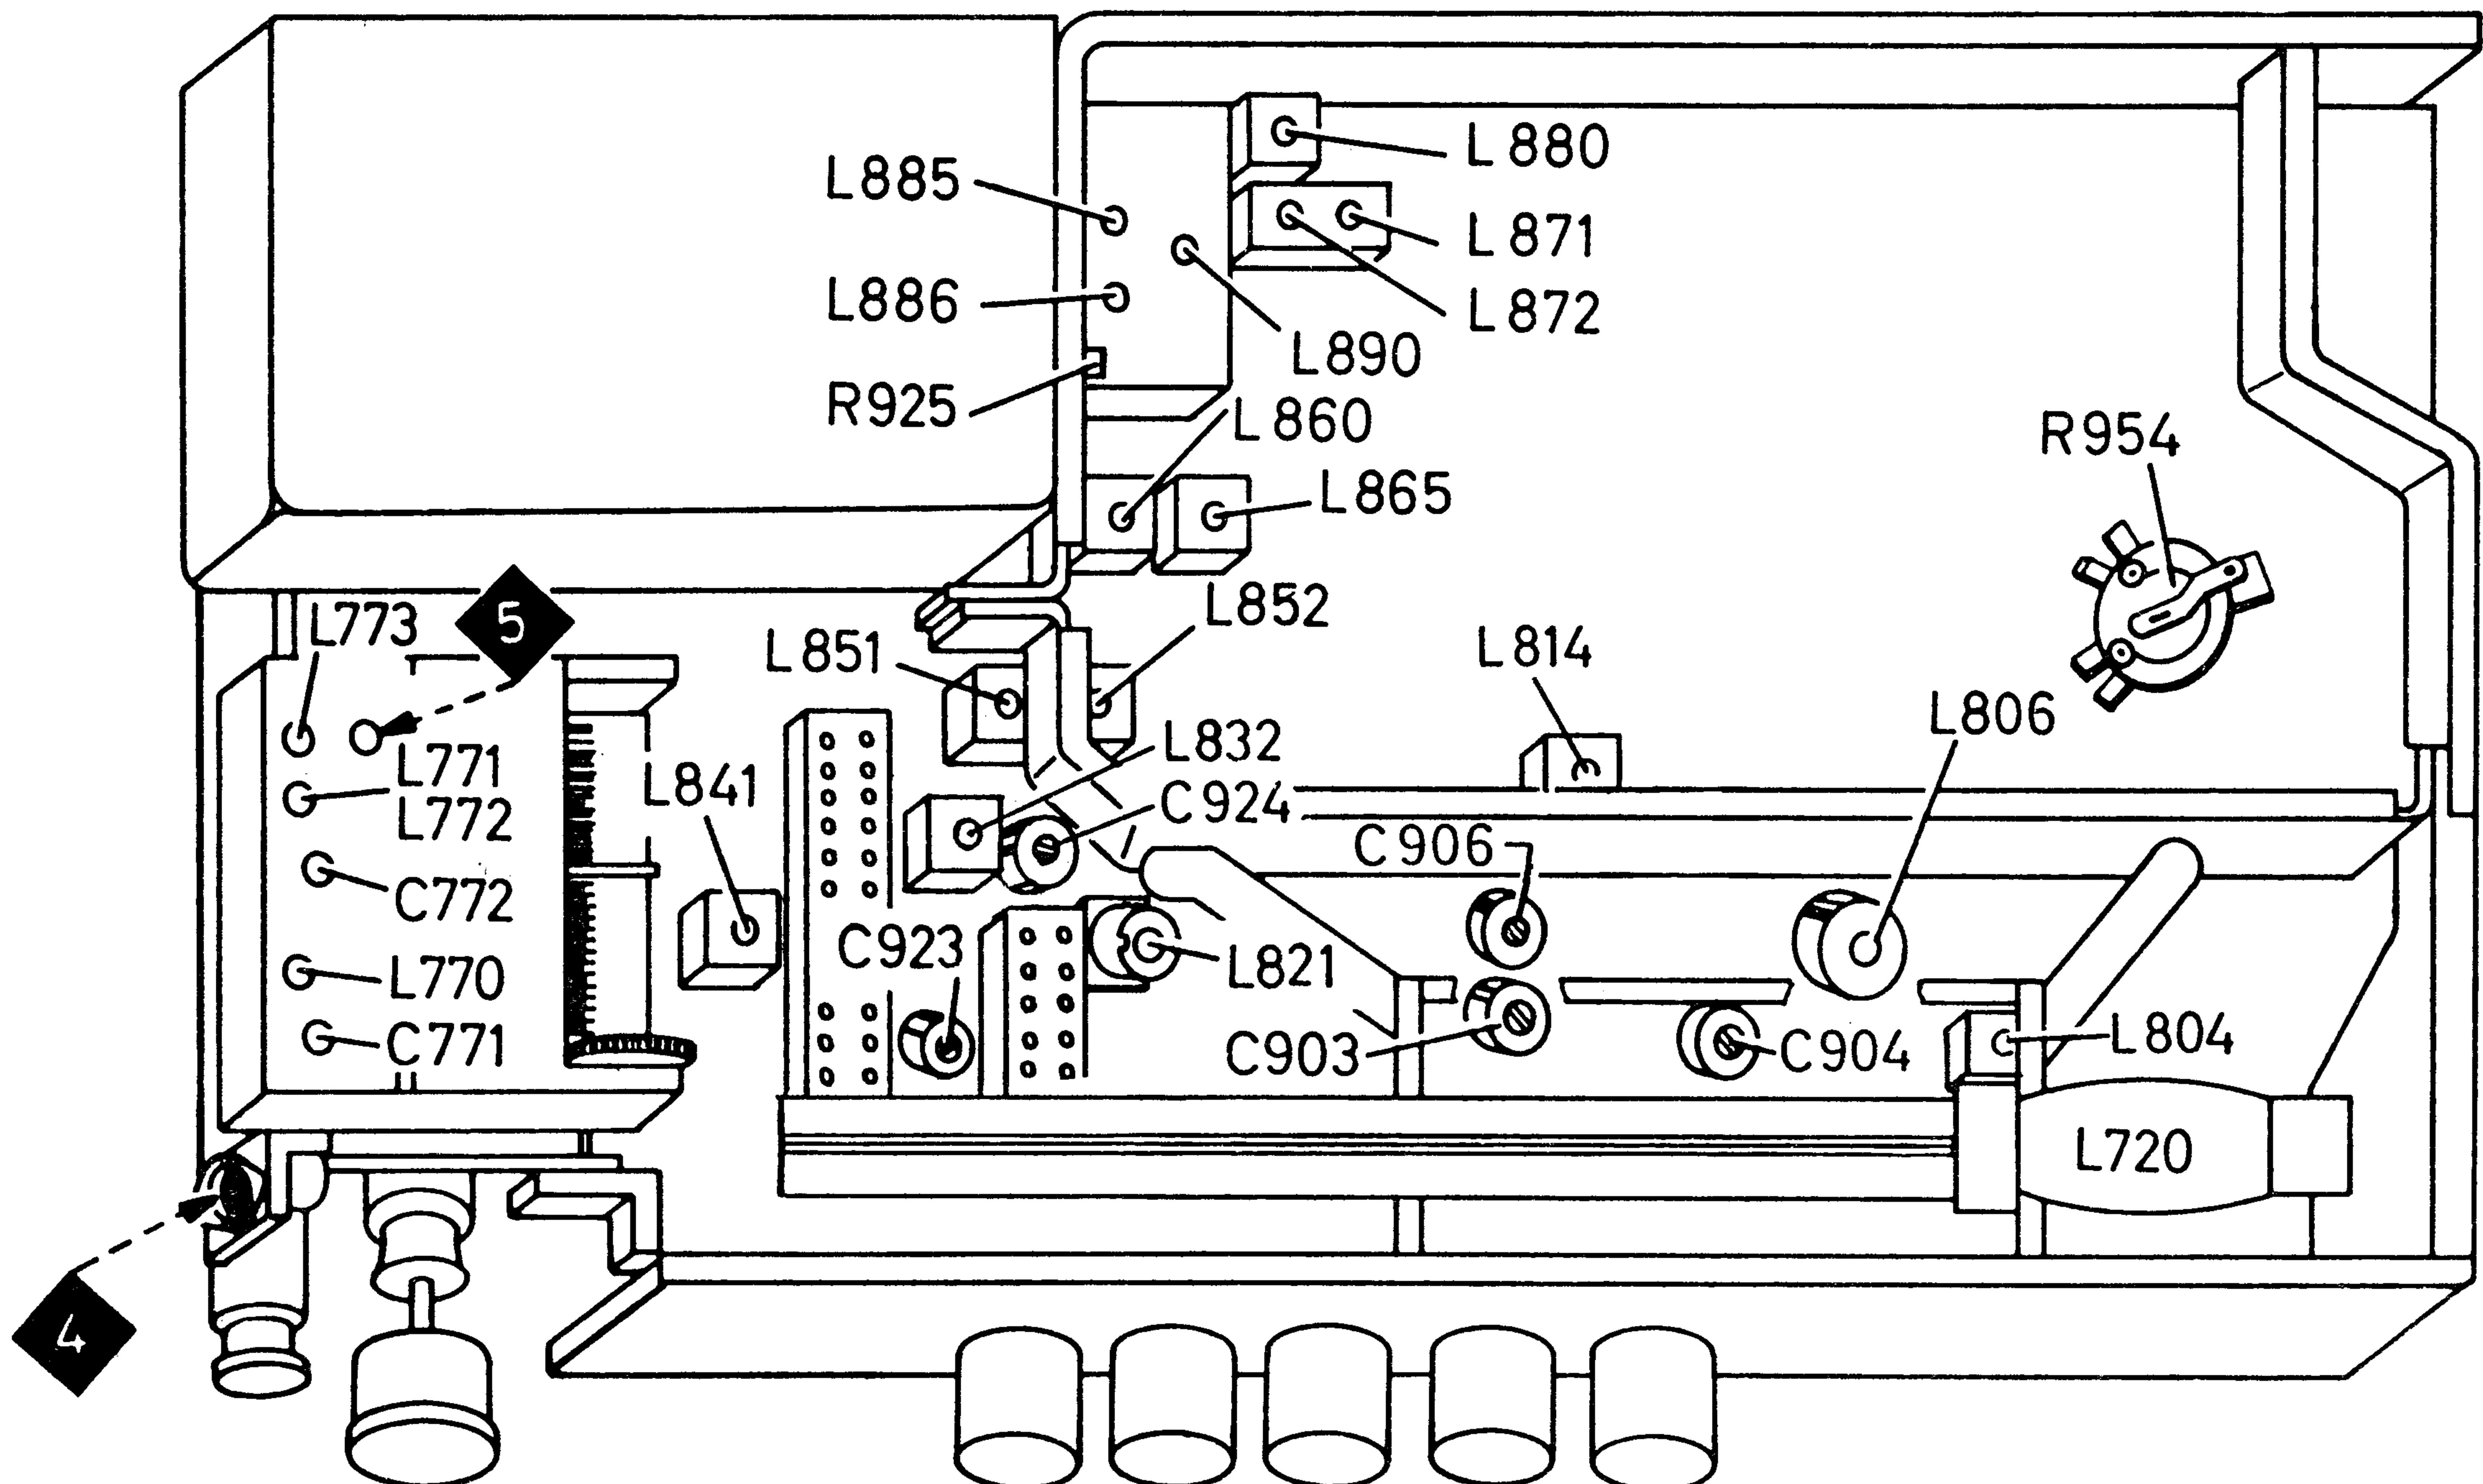

Fig. 10
3) Ein AM-Signal, 400 Hz, 30 % moduliert, soll eine Ratiospannung von 1,4 V erzeugen. Dann mit R 925 ein Spannungsminimum am Outputmeter einstellen, Fig. 10.